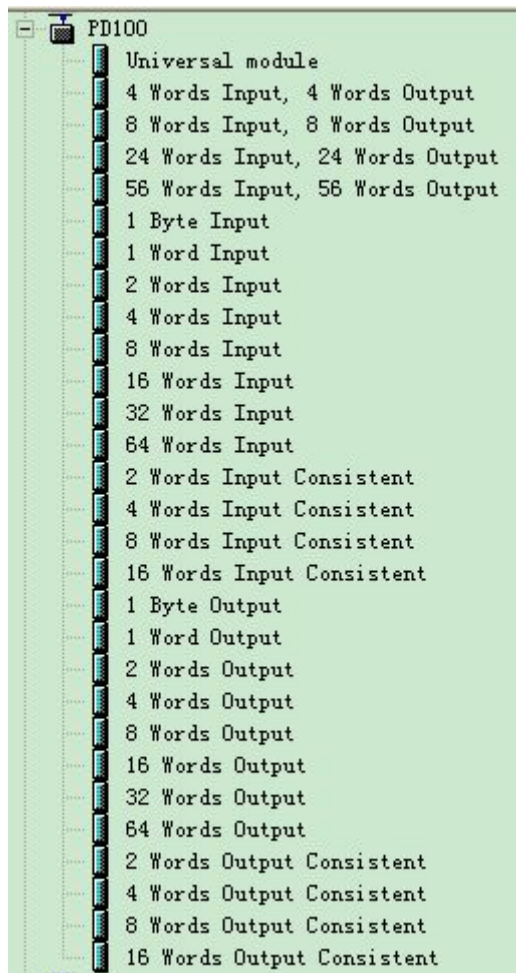

图 6
6. 您可以在这里找到您注册的设备，右侧窗口/PROFIBUS DP/Additional Field Devices/Converter/PD-100/, 如图 6 所示: